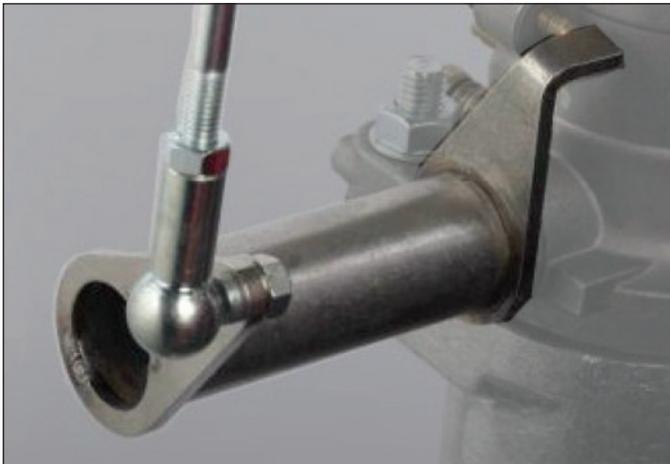

Fig. 3
- The short lever (Fig.4) needs to go on the right carburetor while the longer throttle lever (Fig.3) needs to be installed on the left carb.
- Montieren Sie auf der linken Seite den langen Hebel (Fig.3) und auf der rechten Seite den kurzen Hebel (Fig.4).